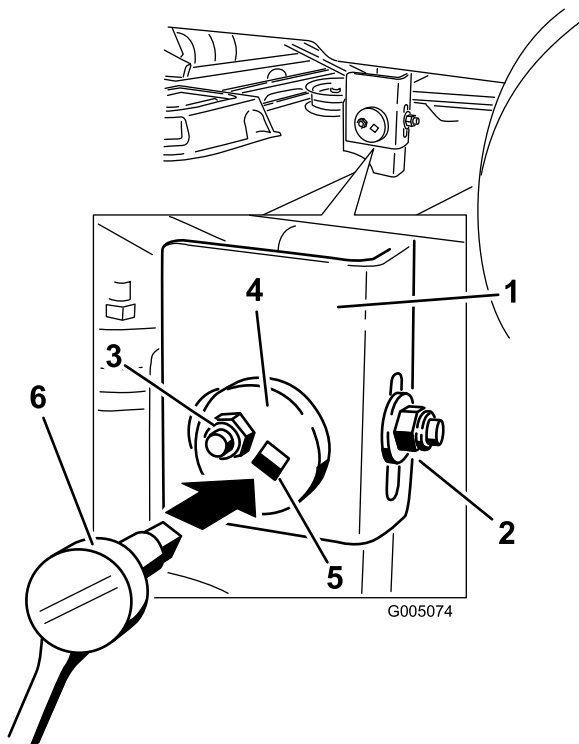

Figura 50
6. Mueva al lado izquierdo de la máquina. Afloje, pero no retire, la tuerca de bloqueo trasera de la barra de soporte (Figura 50).
7. Afloje la tuerca de bloqueo lateral de la barra de soporte lo suficiente para permitir ajustar la placa excéntrica (Figura 50). Utilice una llave de extensión de 3/8 pulgada de una llave de tubo para manipular la placa excéntrica. Utilice la llave para ajustar la altura de la plataforma del cortacésped a la altura deseada.
8. Cuando la plataforma esté en la posición deseada, apriete la tuerca de bloqueo lateral de la barra de soporte para fijar la posición nueva (Figura 50). Apriete la tuerca de bloqueo trasera de la barra de soporte.